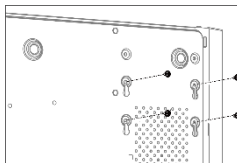

Figure 2-3 Fixez le disque dur
Step 3 Faites correspondre les filetages des vis du disque dur avec les trous réservés en bas de l'appareil et fixez le disque dur avec des vis Reportez-vous à Figure 2-3.